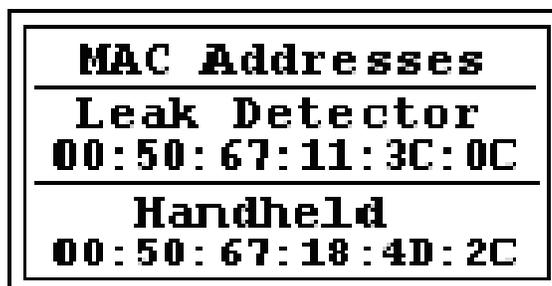

Figure 2-32 Écran de vérification des adresses MAC
7. Presser **Enter** et l'écran de *adresses MAC* apparaît (Figure 2-32).